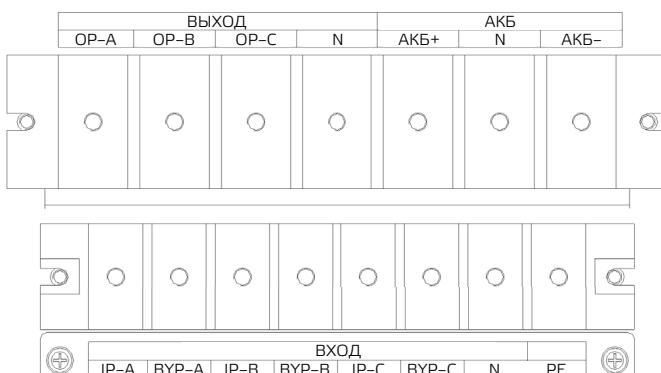

Рис. 3-5 Клеммы подключения в моделях 40–60 кВА
2. Снимите крышку клемм. Входные и выходные клеммы, клеммы батареи и клемма защитного заземления показаны на рис. 3-4 и рис. 3-5.